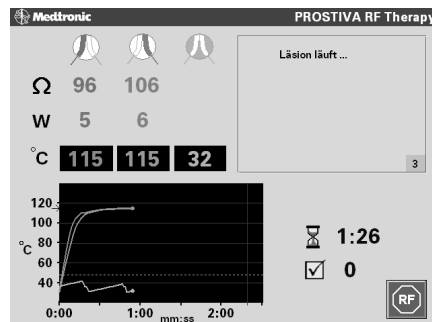

Abbildung 4-12. Kontrollieren Sie, ob auf dem Bildschirm die Meldung „Läsion läuft“ angezeigt wird, und überwachen Sie die Angaben auf dem Bildschirm.
12. Kontrollieren Sie, ob auf dem Bildschirm die Meldung „Läsion läuft“ angezeigt wird (Abbildung 4-12), und überwachen Sie die verschiedenen Informationen und Messwerte (Temperatur, verbleibende Behandlungsdauer usw.).